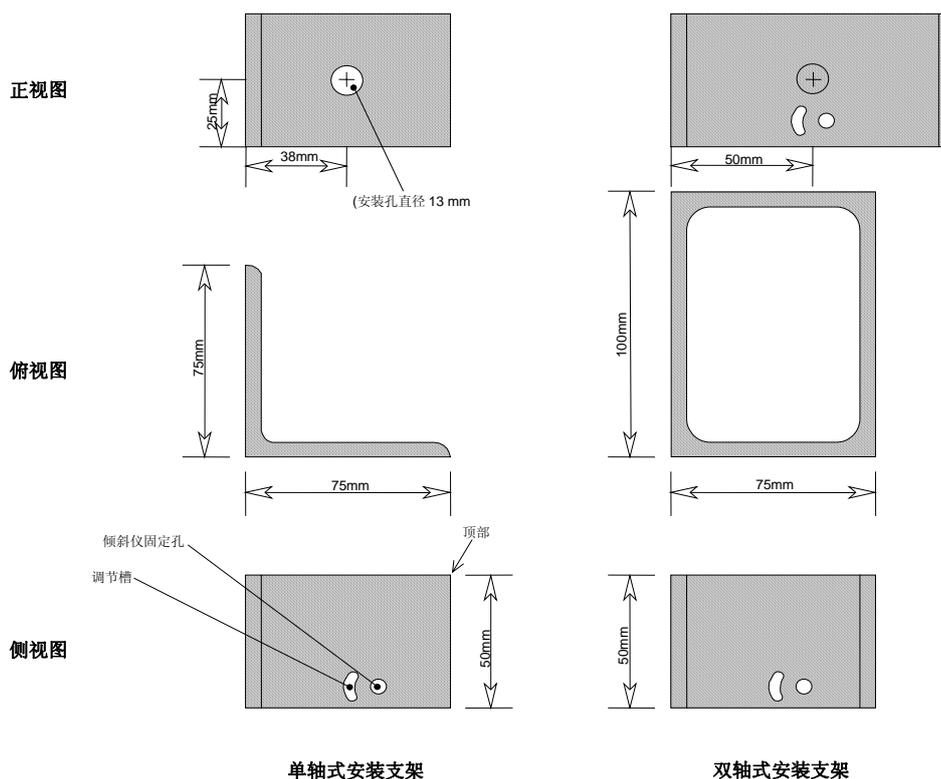

图 3 - 倾斜仪安装支架
可提供两种固定支架，一种用于单向倾斜测量，另一种用于双向倾斜测量，见图 3，这两种安装支架是通用的，单轴倾斜仪的安装说明介绍了环氧树脂和灌浆锚杆的使用，而双轴传感器的安装说明则介绍了膨胀锚具的使用。
- 1) 首先安装单轴固定架（见图 3），此固定架用于垂直墙上的固定。
1) 第一步是安装双轴固定架（见图 3），此固定架用于垂直墙上的固定。